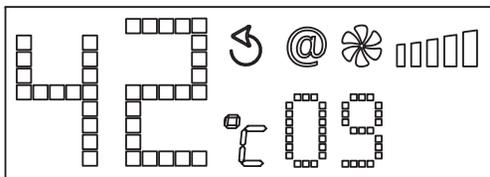

FIGURA 21
- 2.- Presionar el botón de función llamada en el control remoto, el calentador de agua efectuará un sonido de alarma por 25 segundos, y se visualizará @09, como se muestra en la figura 21.
- La unidad básica del volumen de gas es 0.1m3, el rango de indicación es 000-999. Como en la figura 21 aparece el número "9" significa que el volumen del gas es de 0.9m3. Cuando el número alcanza 999, significa 99.9m3, y el indicador automáticamente regresa a cero.